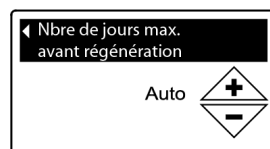

FIG.71
**8b. Nombre de jours maximum avant régénération :** Appuyez sur MONTER (▲) ou DESCENDRE (▼) pour modifier le nombre de jours (Figure 71). La fonction peut être réglée de 1 à 15 jours. Régler le nombre de jours à une valeur inférieure à 1 désactive la fonction et active par défaut la commande automatique de régénération.